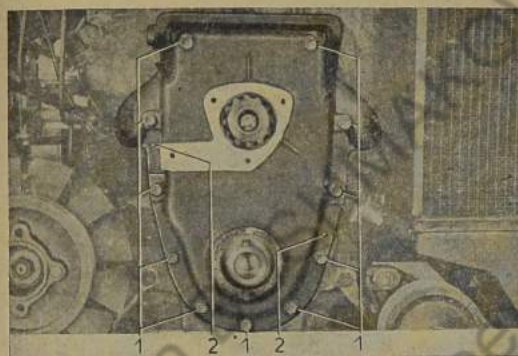

Bild 140: Steuergehäusedeckel abschrauben
14. Sechskantschrauben (140/1) für Steuergehäusedeckel (Bild 140) am Zylinder-Kurbelgehäuse abschrauben (Schrauben, Spannringe).